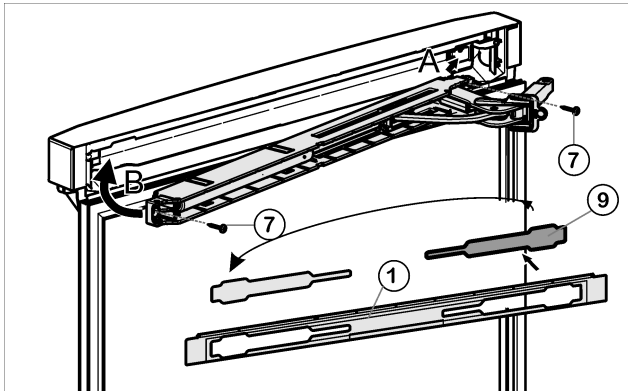

Fig. 16
- ▶ Détacher le cache *Fig. 16 (9)* du panneau *Fig. 16 (1)* et le remettre en place de l'autre côté.
- ▶ Encliqueter l'unité supérieure de l'amortisseur de fermeture avec l'articulation du côté charnière (A) et la guider pour la repositionner (B).
- ▶ Visser l'unité d'amortisseur de fermeture à fond (2 Torx® 15) *Fig. 16 (7)*.